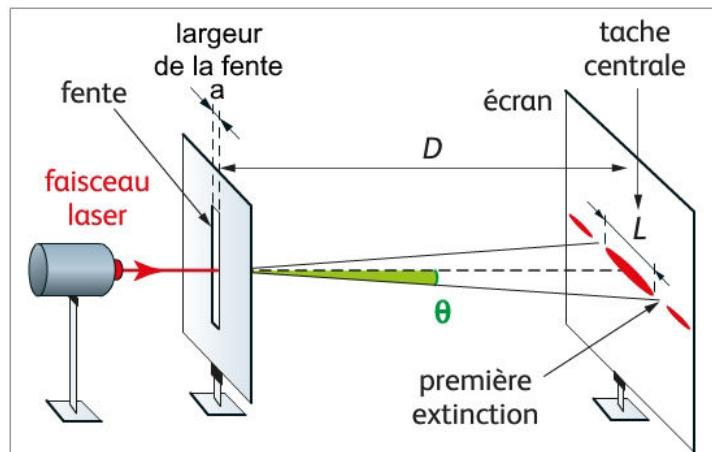

Figure 1 : montage de diffraction
Q.1. Exprimer, à l'aide de la figure 1, l'angle de diffraction θ en fonction de la largeur L de la tache centrale et de la distance D .